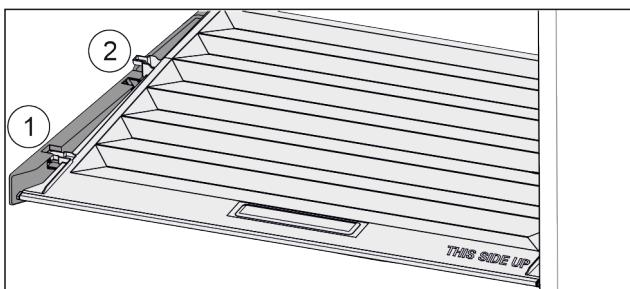

Fig. 89
- Кришку до отвору в деталях для підтримки потягнути вперед Fig. 89 (1).
- Підняти ззаду знизу та вийняти Fig. 89 (2) вгору.